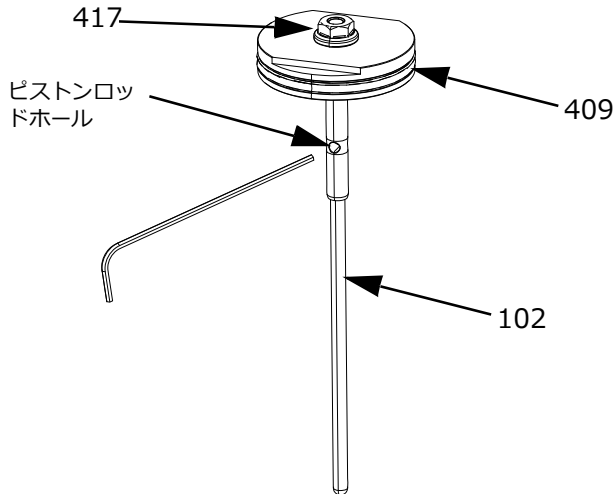

図 20
- b. ピストン (409) の平らな部分を、ピストンロッドが上向きになるように万力で挟みます。ピストンロッド (410) のネジを緩めて、ピストン (409) から取り外します。
- c. ピストン (409) とピストンロッド (410) を点検し、損傷がないか確認します。必要に応じて交換します。
7. チップシールチップアセンブリのあるバルブの場合 (図 20):
- a. 六角レンチをチップアセンブリ (102) の穴に通し、7 mm のソケットまたはレンチを使用してナット (417) を ねじ込みます。
- b. ピストン (409) の平らな部分を、ピストンロッドが上向きになるように万力で挟みます。チップアセンブリ (102) のネジを緩めて、ピストン (409) から取り外します。
- c. ピストン (409) とチップアセンブリ (102) を点検し、損傷がないか確認します。必要に応じて交換します。